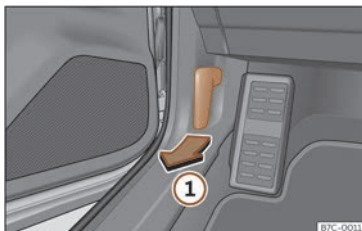

Fig. 195 Palanca de desbloqueig a l'espai reposapeus del conductor.
- Obriu la porta i estireu la palanca que hi ha sota del tauler d'instruments»» **fig. 195** ①.